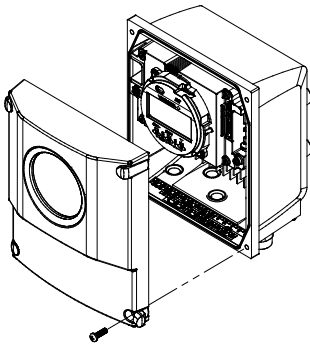

Рисунок 6.3.3 Снятие крышки
(1) Снимите крышку (смотрите рисунок 6.3.3).
Защита от записи может быть выполнена с помощью переключателя защиты от записи Switch 2) (см. рис. 6.3.3) или с использованием программной функции с настройкой параметров. Если активирована какая-либо защита (аппаратная или программная), перезапись параметров будет запрещена.